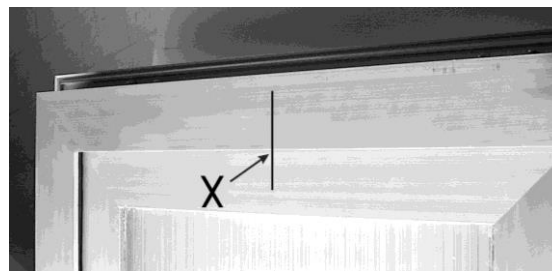

Рисунок 7
- a) Отметьте карандашом среднюю линию "X" оконного блока (Рис. 7).